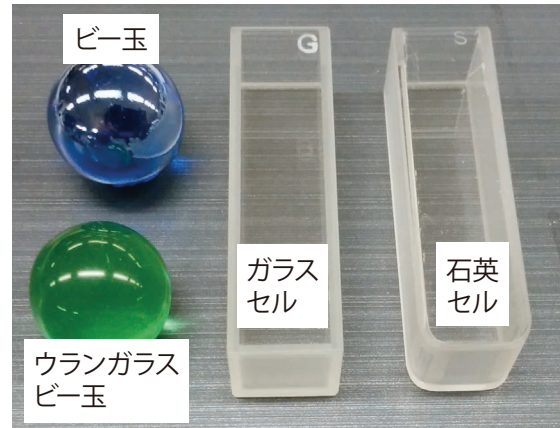
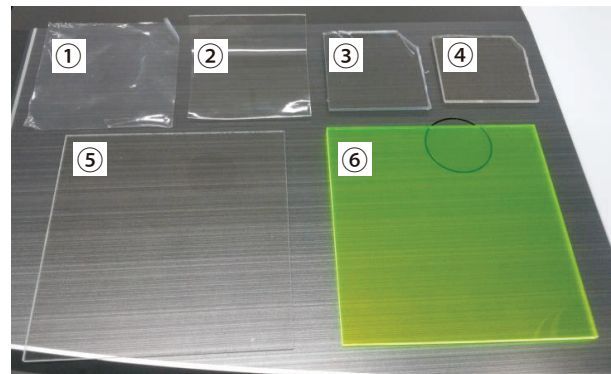

Fig. 1 ガラス類のサンプル
Fig. 2 プラスチック類のサンプル
Fig. 1 と Fig. 2 に測定に用いた試料の様子を示します。ガラス試料としてはビー玉、ウランガラスビー玉、ガラスセル、石英セル、プラスチック試料としては、フィルム状のポリエチレン (PE) とポリプロピレン (PP)、板状のポリ塩化ビニル (PVC)、ポリエチレンテレフタレート (PET)、ポリメチルメタクリレート (PMMA)、蛍光着色が施された PMMA を用いました。固体試料ホルダに各試料をセットして、Table 1 の条件で測定しました。